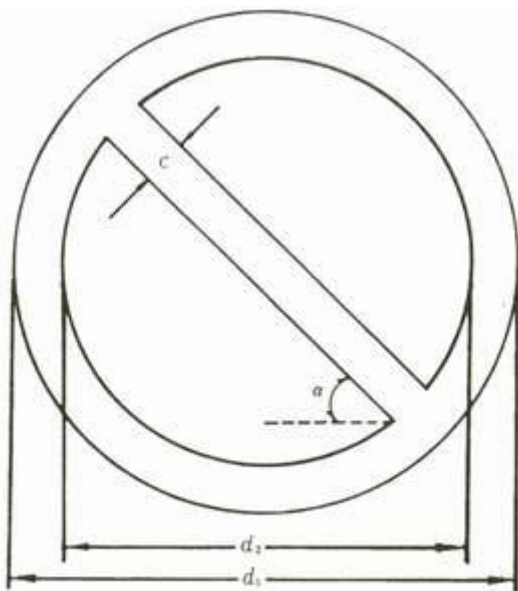

图1 禁止标志的基本型式
4.1.2 禁止标志的基本型式是带斜杠的圆边框，如图1所示：